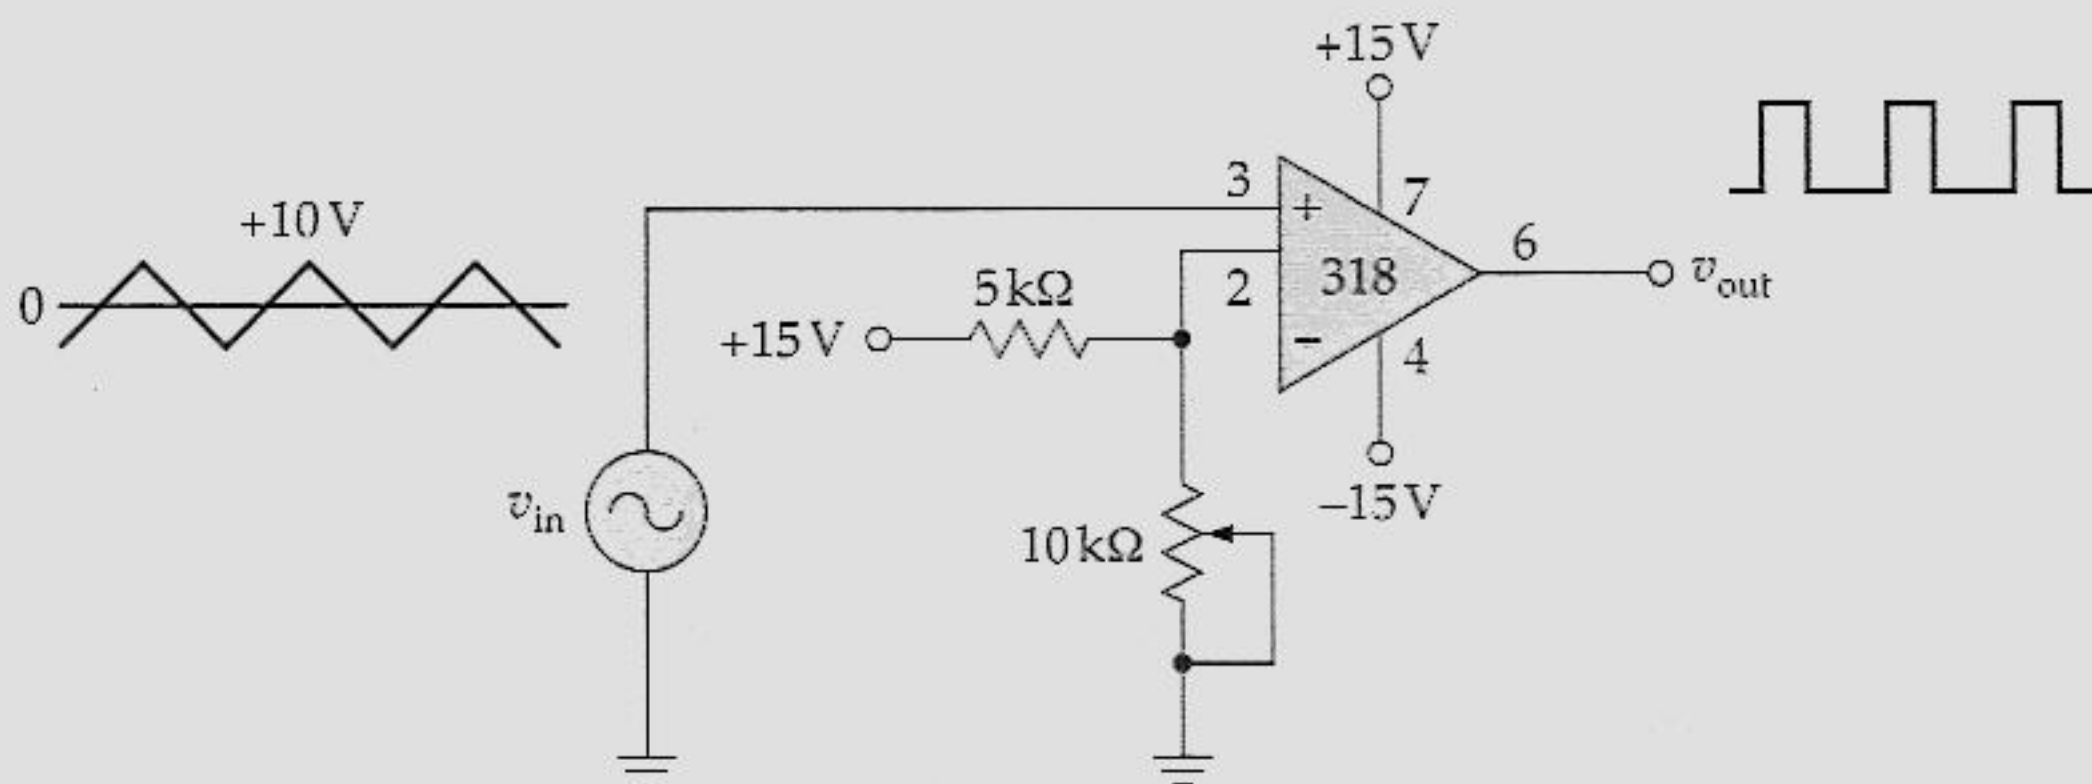

Figura 21.42
- 21.19 Qual o ciclo de trabalho do circuito da Figura 21.42 quando o cursor do potenciômetro estiver na extremidade superior? E quando estiver na extremidade inferior?
- 21.20 Qual o ciclo de trabalho do circuito da Figura 21.42 quando o cursor do potenciômetro estiver a um quarto da extremidade superior?